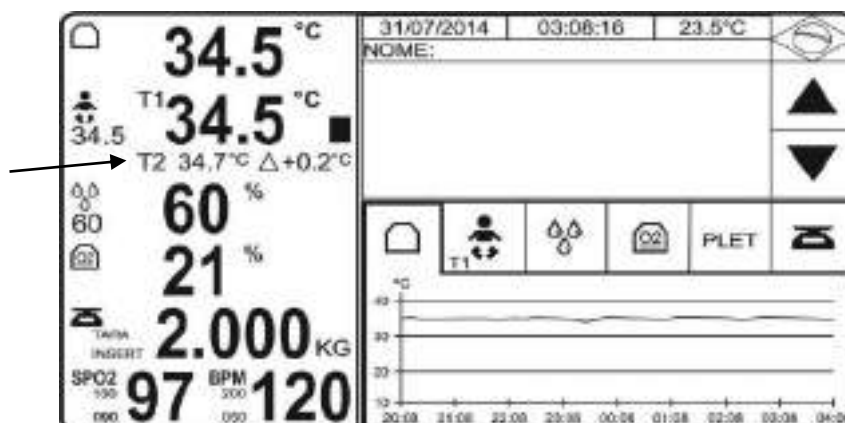

Figura 112- Display gráfico – sensor auxiliar
2. Verifique a leitura de temperatura do sensor auxiliar no campo T2 do display, conforme figura 112.